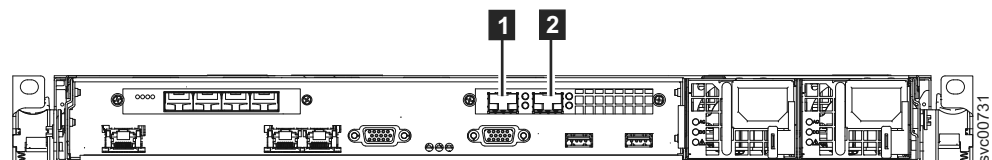

図 35. SAN ポリウム・コントローラー 2145-CG8 の背面にある 10 Gbps イーサネット・ポート
2. オプション: 10 Gbps イーサネット・フィーチャーが取り付けられている場合、イーサネット光ケーブルを 図 35 に示すイーサネット・ポート 3 (1) およびイーサネット・ポート 4 (2) に接続することができます。